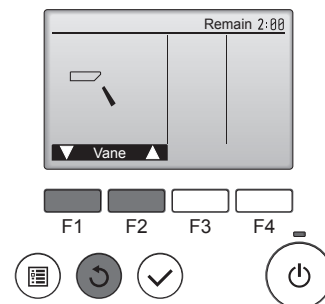

Fig. 7-4
- 2 Trykk på [SELECT] for å vise betjenings skjermen for spjeldene, og trykk deretter på knappene [F1] og [F2] for å kontrollere auto-spjeldene. (Fig. 7-4)